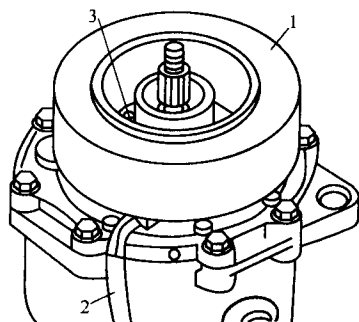

图 2-7 安装电磁线圈
(4) 安装电磁线圈。将电磁线圈安到压缩机上, 将卡簧 3 装在凹槽 2 内, 如图 2-7 所示。
(5) 检查电磁离合器与多楔带轮间的间隙。规定值为 $0.4 \sim 0.6 \text{ mm}$ 。
(6) 安装好压缩机后, 即可以测量电磁离合器与多楔带轮之间的间隙。若间隙超出标准值, 则拆下离合器盘, 通过拆下或加装垫片来调整间隙。